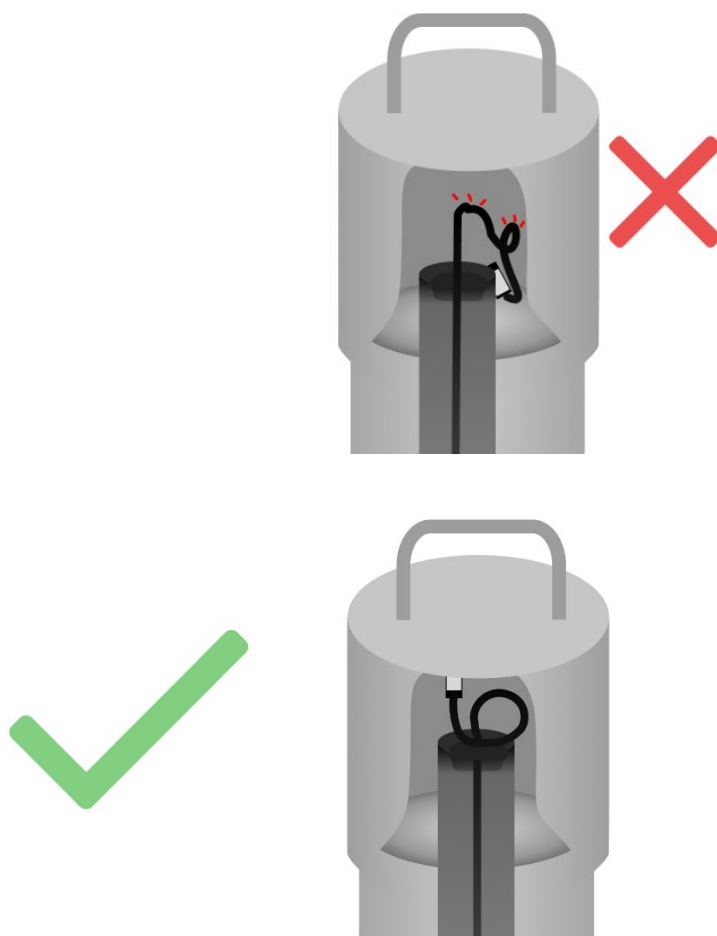

Рисунок 19. Размещение выноса под крышкой термоскважины.
Разместите и зафиксируйте, оставшийся на поверхности вынос, таким образом, чтобы при закрытии крышки его не пережимало и не перегибало (Рисунок 19).
- Разместите и зафиксируйте, оставшийся на поверхности вынос, таким образом, чтобы при закрытии крышки его не пережимало и не перегибало (Рисунок 19).